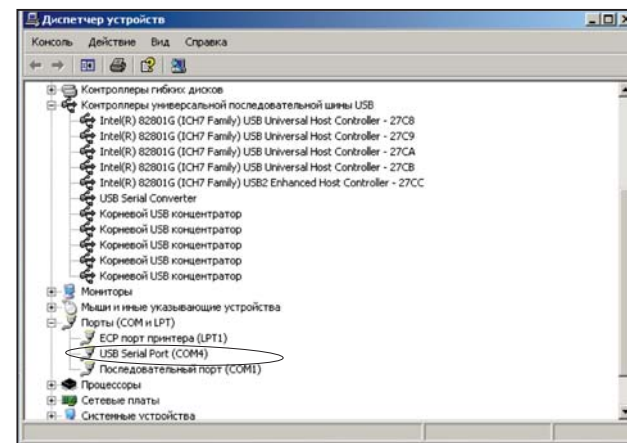

Рис. 3.2
16. **Настройки установленного адаптера можно посмотреть в Диспетчере устройств.** (Пуск/ Панель управления/ Система/ Оборудование/ Диспетчер устройств). Рис. 3.2